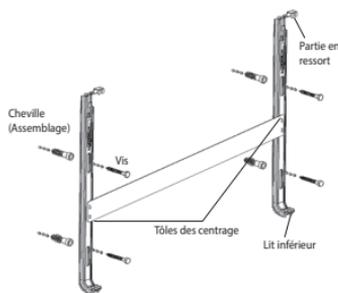

Figure 5. Crochets de suspendeurs
- Pour que le câble de liaison du Convecteur Panneaux Electric ne soit pas forcé et tiré Il faut bien déterminer la distance par rapport à la prise. Une fois que la place est déterminée pour cela les emplacements des trous nécessaires pour le montage sont marqués conformément aux dimensions mentionnées dans la figure 5. Pour cette opération les crochets de suspendeurs dont le croquis est fourni dans la figure 3 peuvent être utilisés comme modèle. Pour le marquage les crochets de suspendeurs sont appuyés sur le mur et les emplacements des trous qui vont être vissés sont marqués avec un crayon à travers l'ouverture des trous ovales se trouvant sur les crochets de suspendeurs de manière à ce que le convecteur soit placé (de préférence) au moins à une hauteur de 100 mm. Pour que l'appareil fonctionne d'une manière effective les dimensions minimales déterminées pour la partie inférieure, pour la partie supérieure et pour les cotés doivent être prises en considération.